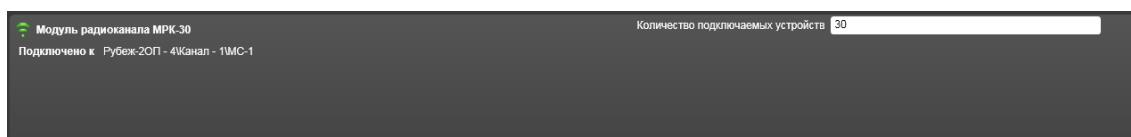

Рисунок 14.3.58 – Свойства Модуля радиоканала МРК-30
19) Модуль радиоканала МРК-30 (Рисунок 14.3.58).